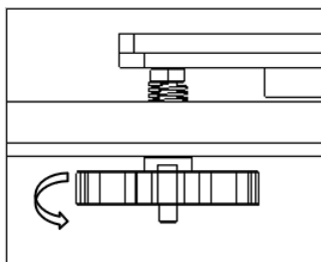

Fig 1
Schritt 2: Ziehen Sie die Handmuttern unter dem Bett fest, um das Bett in die unterste Position zu bewegen (Abb. 1).